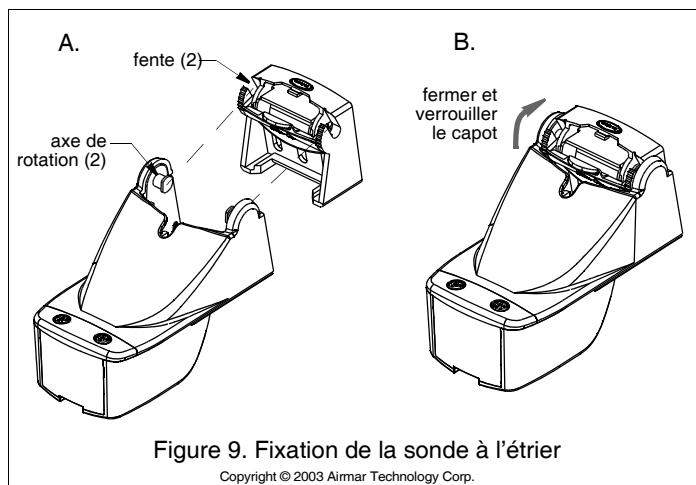

Figure 9. Fixation de la sonde à l'étrier
2. Insérez les ergots de rotation de la sonde dans les rainures en haut de l'étrier (voir Figure 9). Appuyez vers le bas jusqu'à ce que les ergots se mettent en place avec un clic.